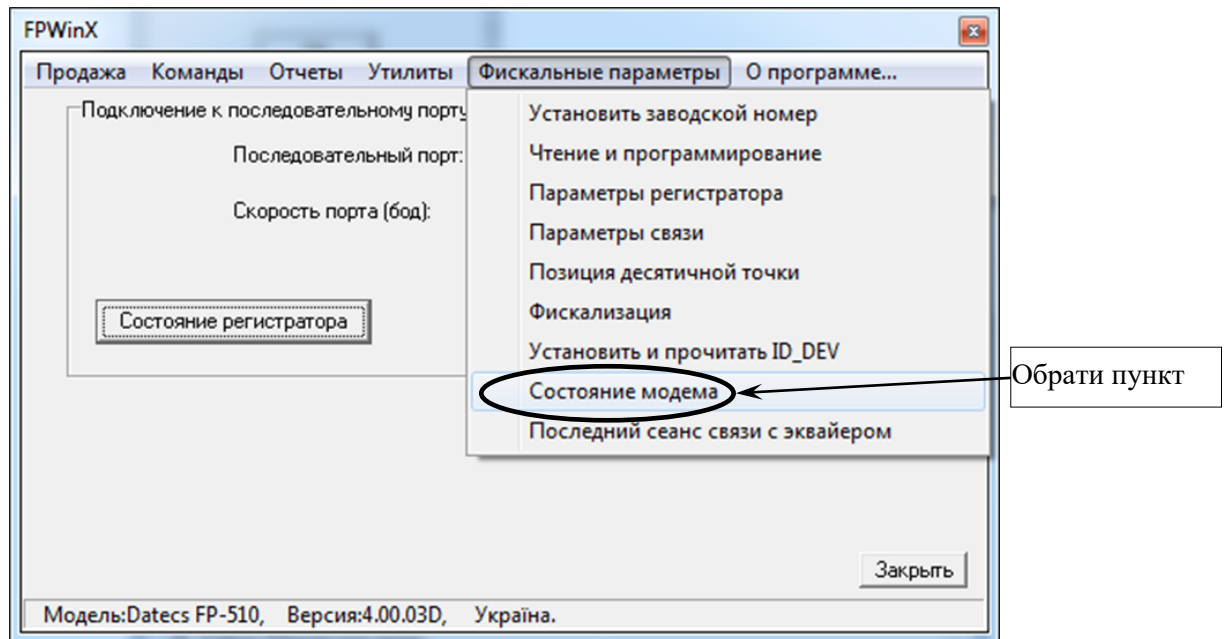

Рисунок 26
5.12 Проверить стан модему реестратора – у вікні програми «FPWinX.exe» обрати закладку «Фискальные параметры», далі у випадаючому меню обрати пункт «Состояние модема» (рисунок 26).